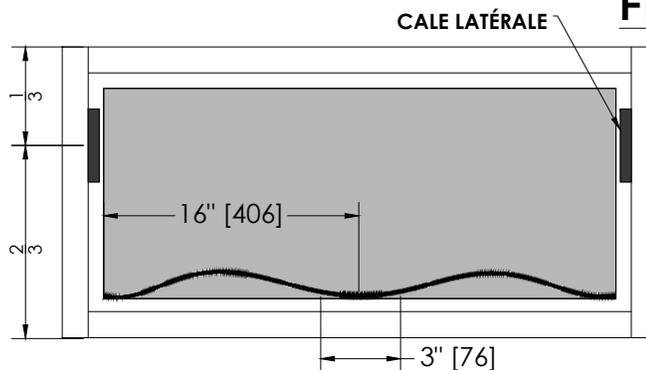

FIG. 4
- a. Couper le joint d'étanchéité à l'air 1/4 po [6 mm] plus long par pied pour prévenir le rétrécissement par la suite. **Voir FIG. 4**